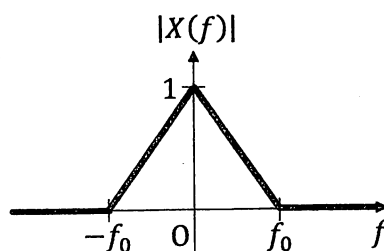

図 1
(3) 信号 $x(t)$ 、 $y(t)$ のフーリエ変換を、それぞれ、 $X(f)$ 、 $Y(f)$ とするとき、 $Y(f)$ を $X(f)$ と $M(f)$ を用いて表せ。
(4) $|X(f)|$ のグラフが図 1 のとき、 $|Y(f)|$ のグラフを図示せよ。ただし、 $f_0 < f_m$ とする。
(5) 信号 $y(t)$ を直接 A/D 変換して、そのデータを計算機で信号処理することとする。 $f_0 = 5\text{kHz}$ 、 $f_m = 20\text{kHz}$ のとき、信号 $y(t)$ をサンプリングするために必要な周波数を求めよ。